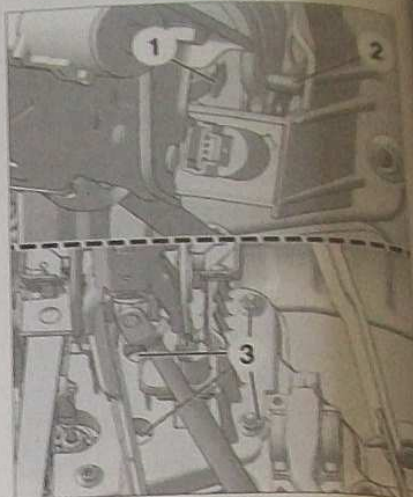

FIG. 14
- Dans l'habitacle, déposer (Fig. 14) :
- l'agrafe (1) sur la chape de pédale de frein sur la tige de commande du servofrein (2).
- les écrous de fixation (3) du servofrein sur le tablier.